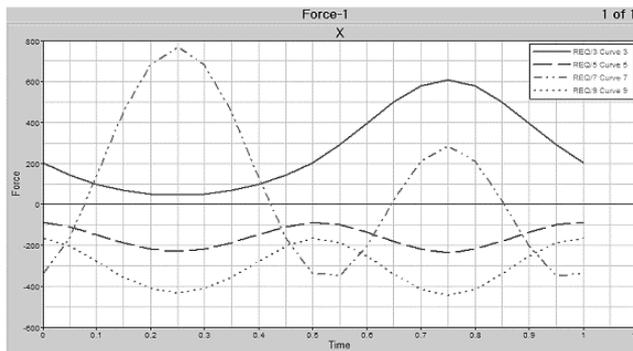

图 13-80 同一窗口创建多条曲线
- (1) 在 X type 栏中选择 Time。
- (2) 在 Y type 栏中选择 Force。
- (3) 此时文件中的数据将出现在 Y Request 列中。
- (4) 在 Y Request 栏中单击“隐藏”() 按钮，可以方便的观察 Y Request 列所有数据。
- (5) 在 Y Request 栏中，按住 <Ctrl> 键并选择 REQ/3 Curve3、REQ/5 Curve5、REQ/7 Curve7 和 REQ/9 Curve9。
- (6) 单击 OK 按钮关闭扩展对话框。
- (7) 在 Y Component 栏中选择 X。
- (8) 单击 Apply 按钮，在页面 1 上创建上述曲线。
- (9) 图 13-80 中绘制的曲线 X 轴标为 Time，Y 轴标为 Force，曲线标题为 X (Y 列数据名称)，曲线名为 Y Request 名称。